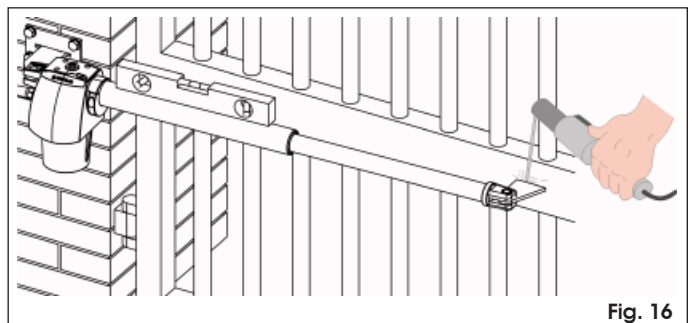

Fig. 16
9. Zet de buis van de aandrijving tegen de vleugel tot de voorste beugel tegen de vleugel leunt (Fig. 16).
10. Controleer met een waterpas of de aandrijving helemaal horizontaal is, en zet de voorste beugel provisorisch met twee laspunten vast (Fig. 16.).